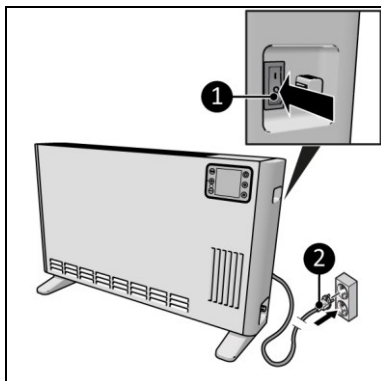

Figura 11
2. Asigurați-vă că întrerupătorul ON/OFF (PORNIT/OPRIT) se află în poziția OFF (OPRIT) (Figura 11, poz. 1).
3. Introduceți ștecărul elvețian de tip J (Figura 11, poz. 2) într-o priză cu împământare ușor accesibilă. Utilizați o priză cu împământare, cu o putere minimă de 2400 Watt.
1. Asigurați-vă că întrerupătorul ON/OFF (PORNIT/OPRIT) se află în poziția OFF (OPRIT) (Figura 11, poz. 1).
2. Scoateți ștecărul din priză (Figura 11).